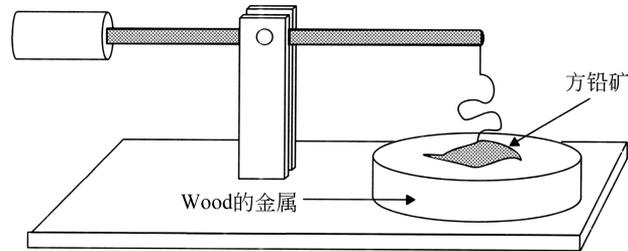

图 1.8 典型的晶体检波器
如图 1.8 所示,一端连接的是一根细导线(奇怪地被称“猫须”),它形成了到晶体表面的一个点接触;另一端连接的则是一个大面积的接触,由低熔点的合金形成(通常是铅、锡、铋和镉的混合物,被称为“Wood”金属,其熔点在 80°C 以下)。这个大面积接触包住了晶体^⑮。我们可以把这样构成的器件称为点接触式肖特基二极管,尽管测量设置并不总是那么容易地与这一描述相一致。不论怎样,我们可以看到现代的二极管符号是如何从这一实际装置的描述中演变而来的,二极管符号中的箭头代表触须的点接触。